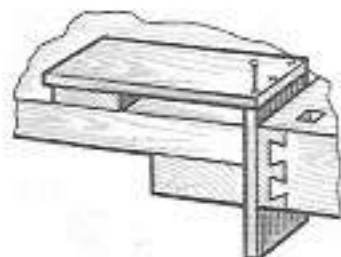

Рисунок 88. Соединение двух стенок ящика гвоздями.
3. Соединить две стенки гвоздями (рисунок 88).